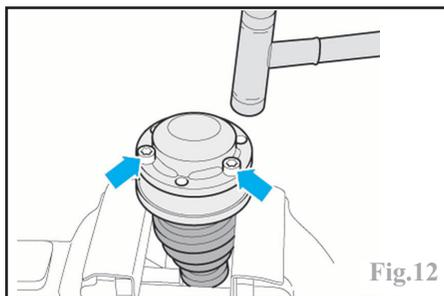

Fig.12
-ajuster le couvercle par rapport au joint, en mettant provisoirement en place plusieurs anciennes vis de fixation de la transmission (Fig.12).